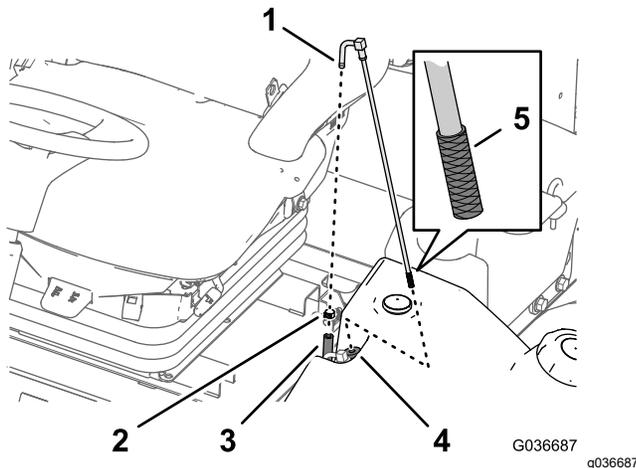

Figure 55
1. Retirez le collier qui fixe le flexible d'alimentation au raccord du tube d'aspiration de carburant (Figure 55).
2. Débranchez le flexible du raccord (Figure 55).
3. Soulevez le tube d'aspiration hors du réservoir de carburant (Figure 55).
4. Nettoyez les débris éventuellement présents sur la crépine à l'extrémité du tube d'aspiration de carburant (Figure 55).
5. Insérez le tube d'aspiration de carburant dans la bague en caoutchouc et dans le réservoir (Figure 55).